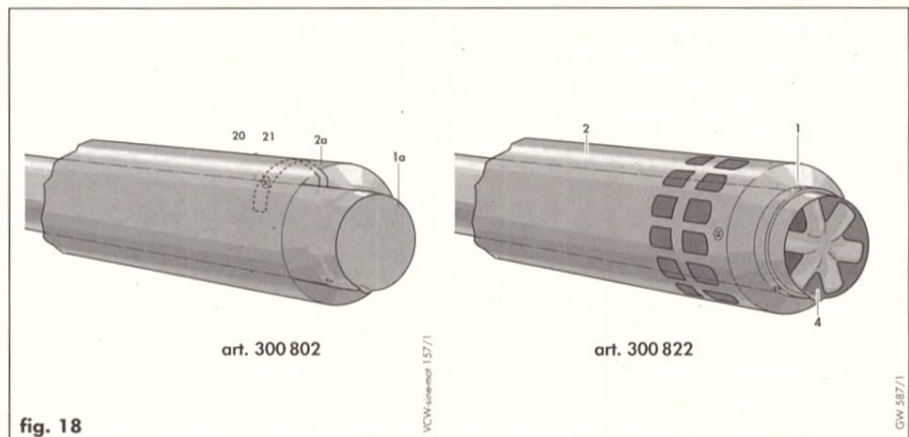

fig. 18
6.5.2.5 Montaggio del tubo (fig. 18)
- Inserire il tubo scarico fumi (1a) della prolunga nel corrispondente tubo dell'aria (2a) ed avvitare sulla staffa distanziatrice (2) le due viti (21) Ø 4,2 x 6,5.